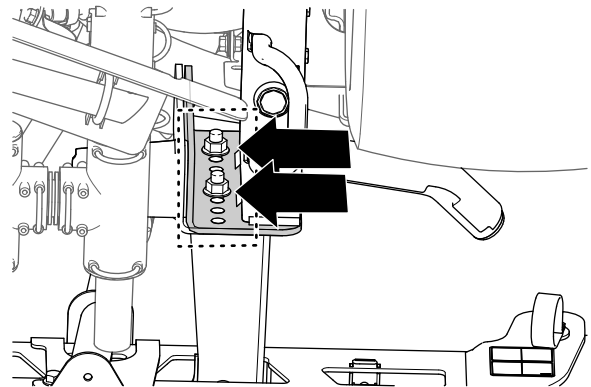

Figura 46
- Utilice un trozo de cinta para marcar los orificios donde los 4 pernos con arandela prensada ($\frac{1}{2}$ " x $1\frac{1}{4}$ ") y las 4 tuercas con arandela prensada ($\frac{1}{2}$ ") sujetan los soportes de la sección de fumigación central a la placa de montaje de la máquina (Figura 46).